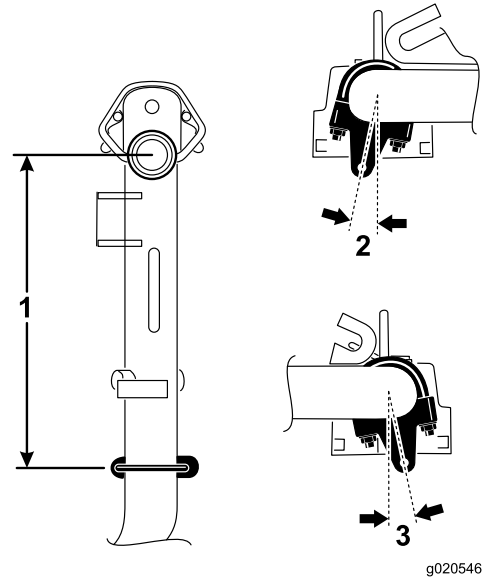

Figura 5
- Nos braços de elevação número 1, 4 e 5, posicione os suportes da corrente e as cavilhas em U 38,1 cm atrás do centro da articulação (Figura 5).
- Nos braços de elevação nº 1 e nº 5, os suportes devem ser rodados 10 graus para direita da vertical (Figura 5).
- No braço de elevação nº 4, o suporte deve ser rodado 10 graus para esquerda da vertical (Figura 5).